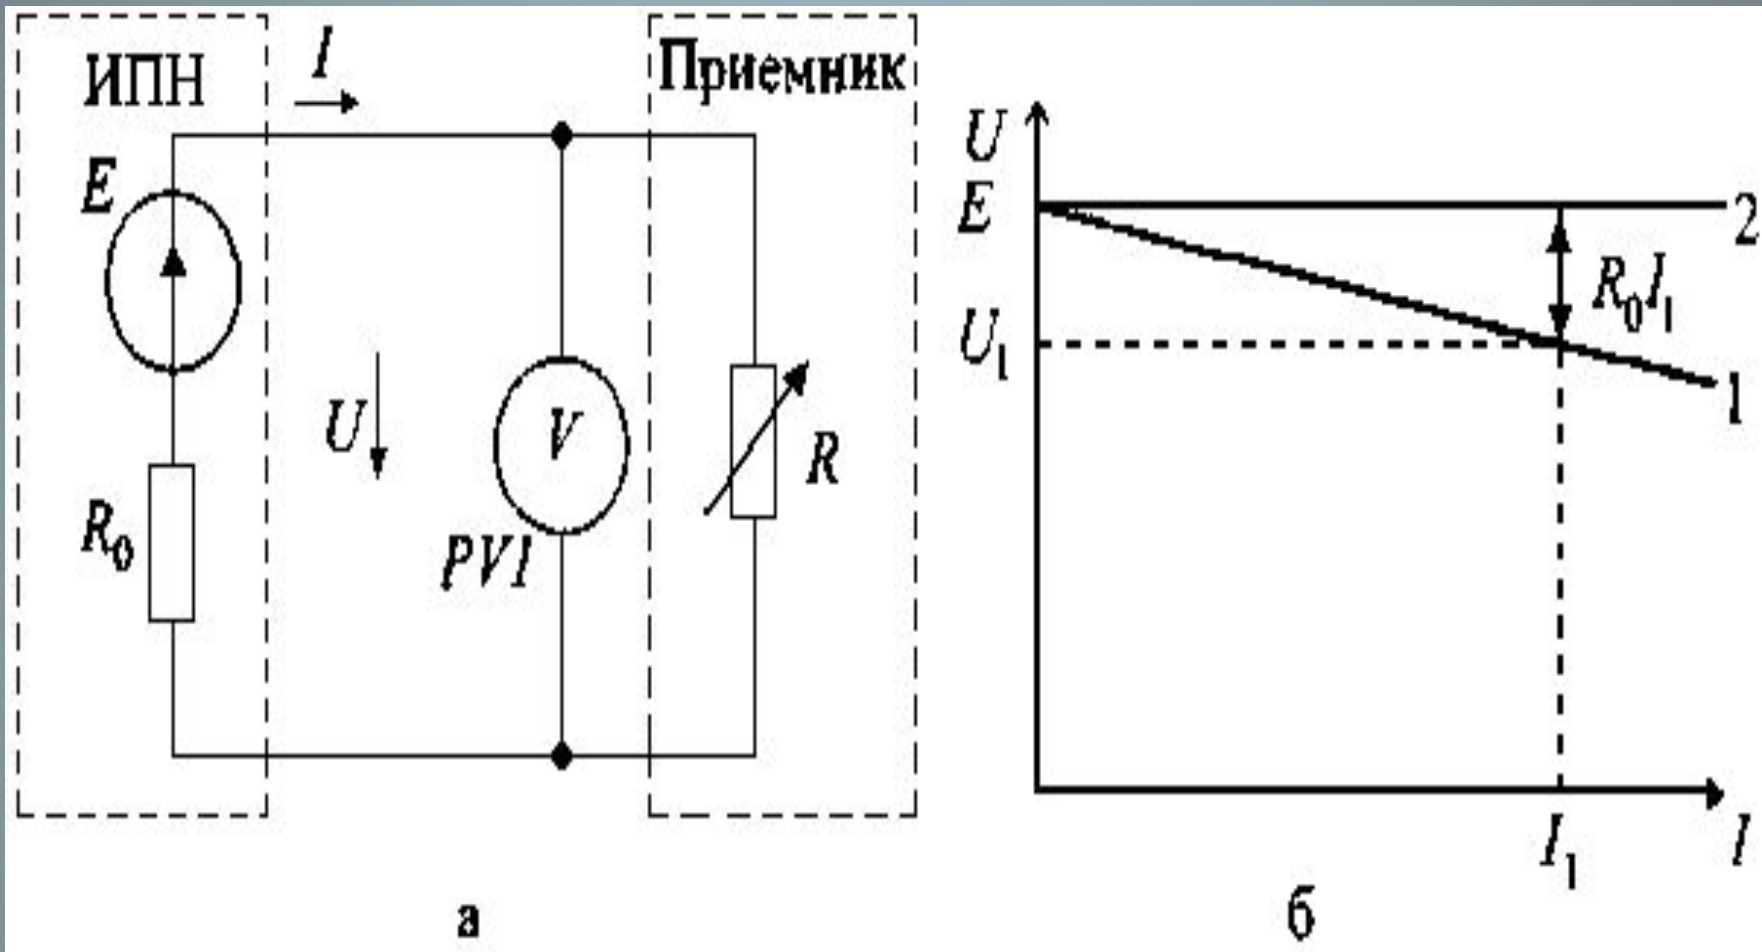

Рис. 1.2. Схема простейшей электрической цепи (а) и ВАХ ИПН (б)
- по известной ВАХ источника (рис. 1.2,б) можно определить его внутреннее сопротивление по формуле:
-ЭДС источника (рис. 1.2,а) можно измерить в режиме холостого хода вольтметром рVI с относительно большим внутренним сопротивлением R_v , так как при ($R_v \gg R_0$) из (1.7) имеем: